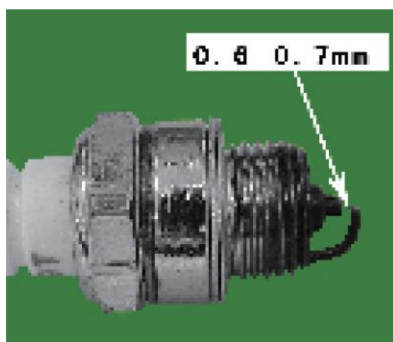

Fig 14
- Modeli i kandelës së kësaj pajisje është 4106J. Mos përdorni modele tjera. Nëse është e nevojshme për ndërrim. Mund ta blini atë nga departamenti lokal i bujqësisë ose departamenti i mbrojtjes së bimëve siç tregohet në Fig.14.